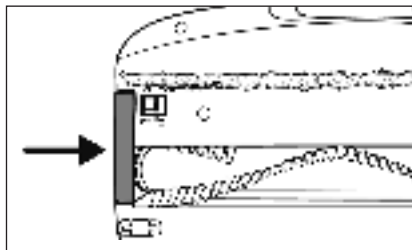

Fig. 27
- 6) Vuelva a montar el soporte del rodillo de cepillos **20** en el cepillo para suelos **22**. Presiónelo hacia abajo hasta que encastre con un chasquido en el cepillo para suelos **22** (consulte la fig. 27).